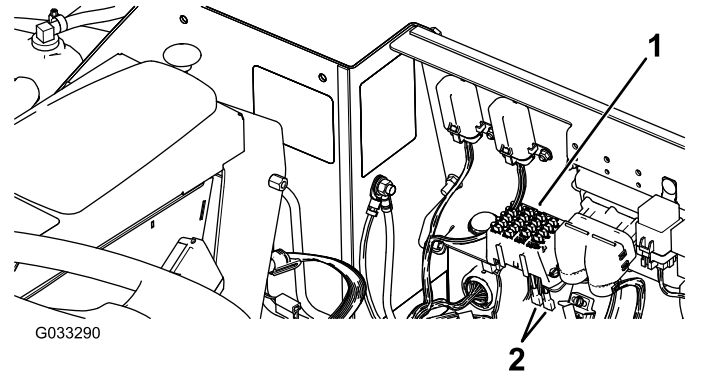
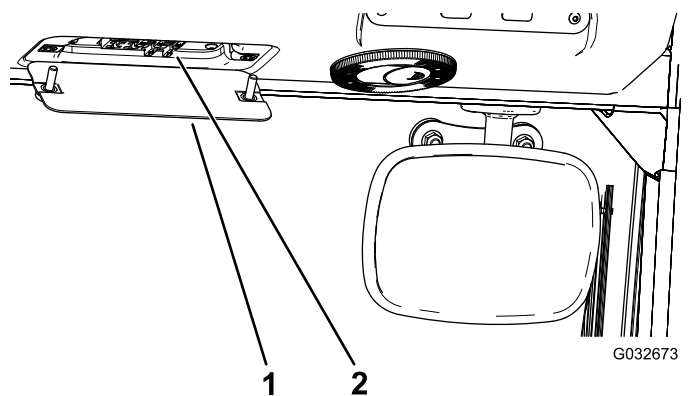

Figura 73
Figura 75
**Importante:** Se state montando un accessorio ausiliario sulla macchina, le uniche posizioni approvate per l'alimentazione sono il portafusibili del trattorino (Figura 73) o il portafusibili della cabina (Figura 75). Sono disponibili un massimo di 10 A in ciascuna posizione. Contattate il vostro distributore Toro autorizzato per ricevere assistenza.